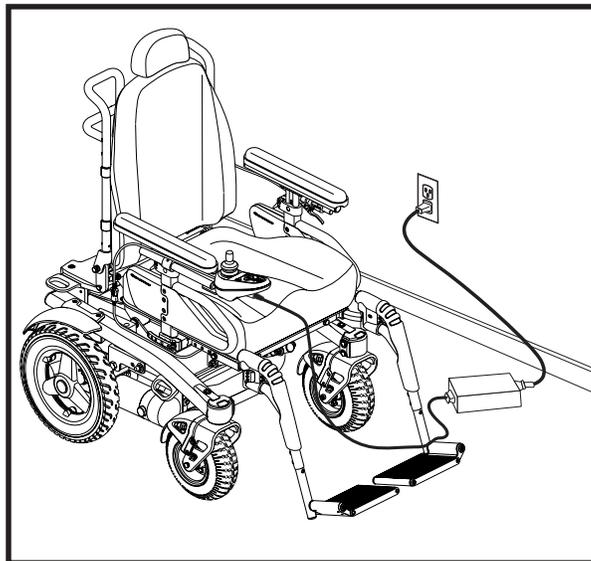

Figure 23. Recharge des batteries
3. Branchez le chargeur externe dans le réceptacle du chargeur/ programmation sur le module de contrôle. Voir la figure 23.